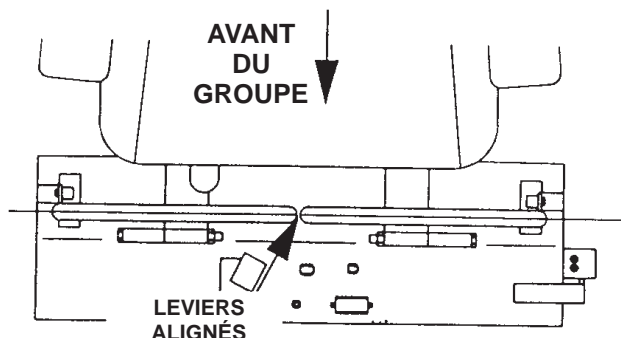

Figure 5
- Si les extrémités des leviers se touchent en position de conduite (Fig. 5) (leviers pivotés aussi loin que possible), modifiez le réglage en déplaçant les leviers vers l'extérieur jusqu'à la position de verrouillage du point mort, et pliez-les délicatement vers l'extérieur. Ramenez-les à la position de marche et vérifiez le jeu. Répétez la procédure au besoin.